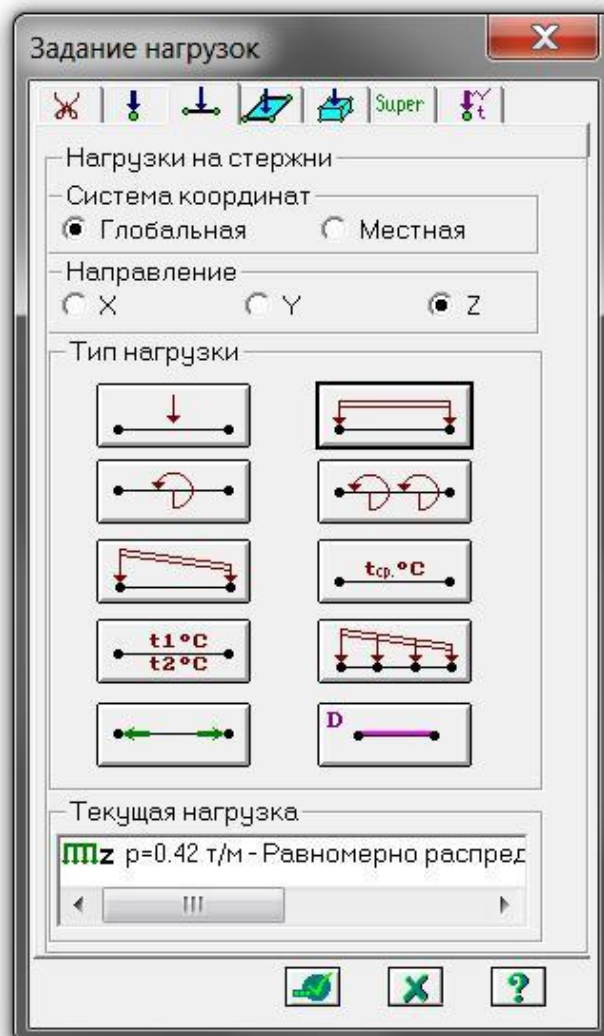

Рис. 2.25. Задание нагрузок от собственного веса и веса покрытия
- Вызовите диалог Задание нагрузок (рис. 2.25).